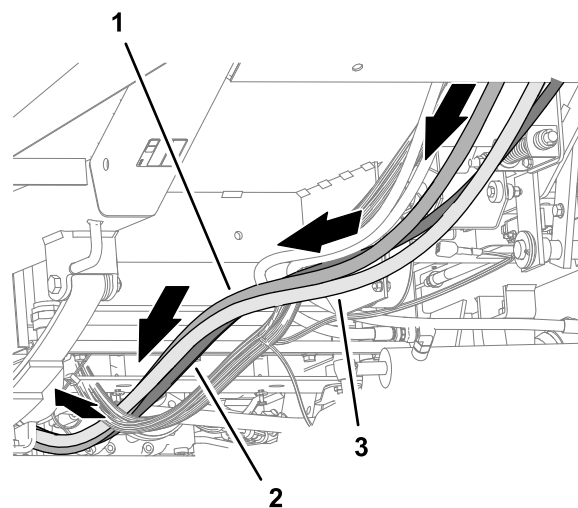

Figura 124
7. Enrute las 2 mangueras de la bomba hidráulica y la manguera de retorno del depósito hacia atrás, junto al tubo derecho del bastidor de la máquina (**Figura 124**).